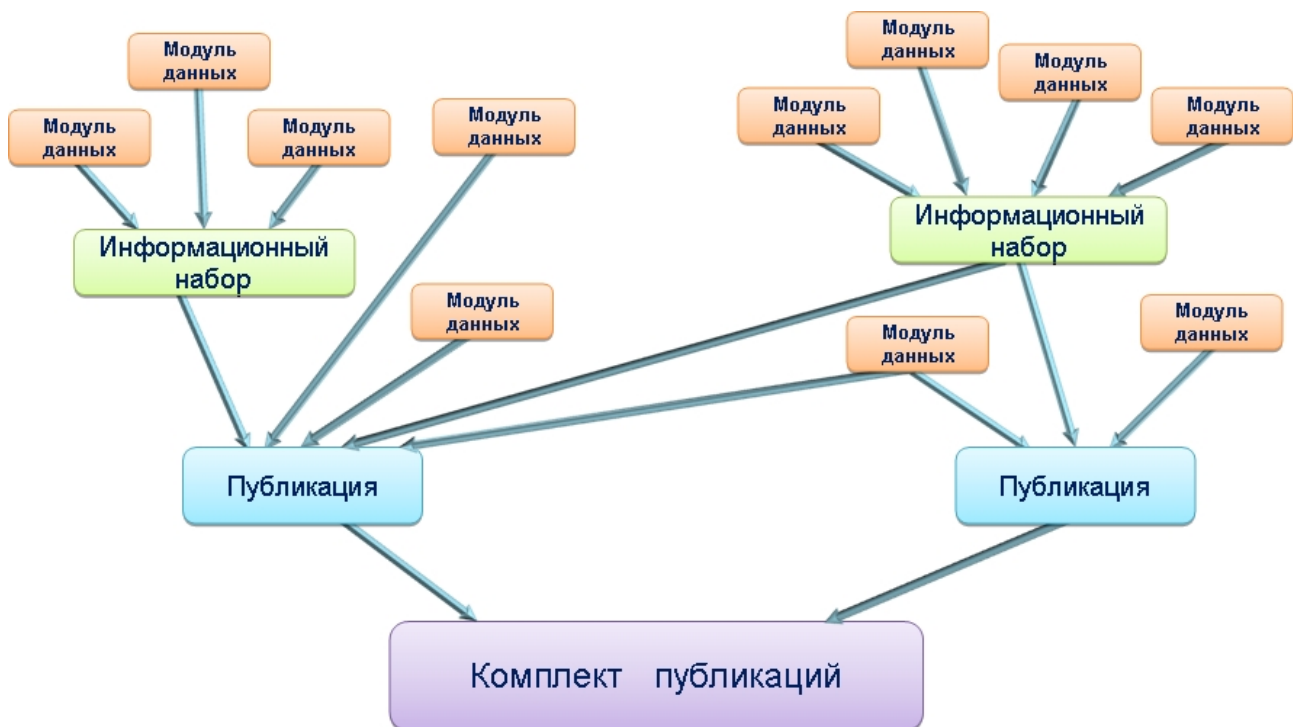

Рис. 1.1
Из модулей данных, содержащихся в **Общей базе исходных данных**, komponуются информационные наборы и публикации (Рис. 1.1).
**Публикация** представляет собой составной электронный документ, состоящий из набора модулей данных. Для её формирования могут использоваться информационные наборы (Рис. 1.1). В состав публикации помимо модулей данных могут входить автоматически созданные отчеты, например, перечень действующих модулей данных, перечень изменений.
Из МД, публикаций и информационных наборов, хранящихся в общей базе данных, формируется комплект публикаций (Рис. 1.1).